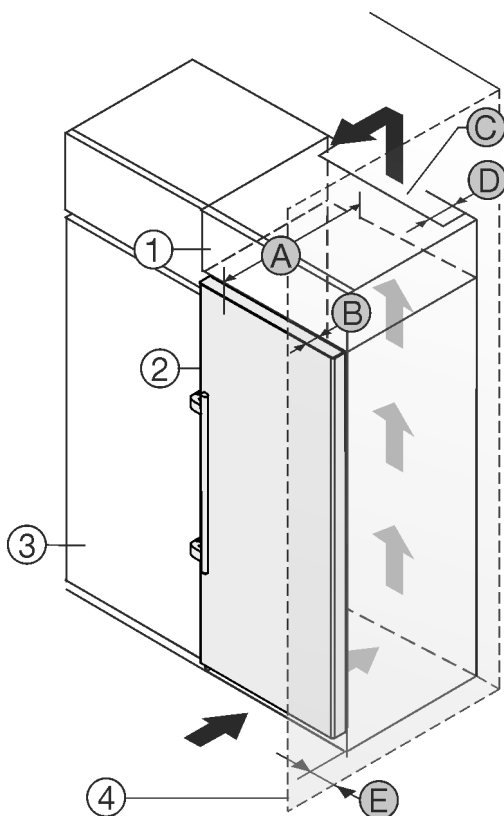

Fig. 2
Puteți amplasa aparatul direct lângă dulapul de bucătărie Fig. 2 (3)*.
În partea din spate a dulapului suspendat trebuie să existe o fantă de aerisire cu grosimea Fig. 2 (D) pe toată lățimea dulapului suspendat.*
Sub tavanul încăperii trebuie să fie respectată secțiunea de ventilație Fig. 2 (C)*.
Atunci când montați aparatul cu balamalele lângă un perete Fig. 2 (4), distanța dintre aparat și perete trebuie să fie de minim 57 mm . Această valoare corespunde proeminenței mânerului cu ușa deschisă.*
Astfel încât să puteți deschide complet ușa, aparatul trebuie să fie proeminent cu cel puțin adâncimea ușii Fig. 2 (B) față de suprafața frontală a dulapului de bucătărie. În funcție de adâncimea dulapurilor de bucătărie Fig. 2 (3) și utilizarea distanțierelor de perete, aparatul poate ieși mai mult în afară.*